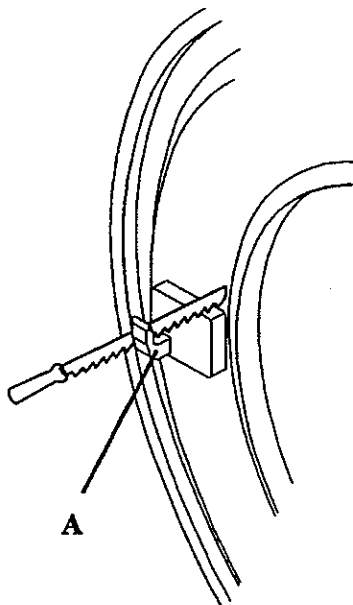

fig. 20
L models (fig. 20). Saw the lock part (A), located at front of machine. (As this part is made in thermo-plastic material, it can be easily sawed).
Modelos L (fig. 20). Serrar la pieza de cierre (A), montada en el frontal de la máquina. (Al ser una pieza de material termoplástico, se sierra con facilidad).
Modèles L (fig. 20). Scier la pièce de fermeture (A), montée au frontal de la machine. (Cette pièce est en matériel thermo-plastique, donc il est facile à scier).